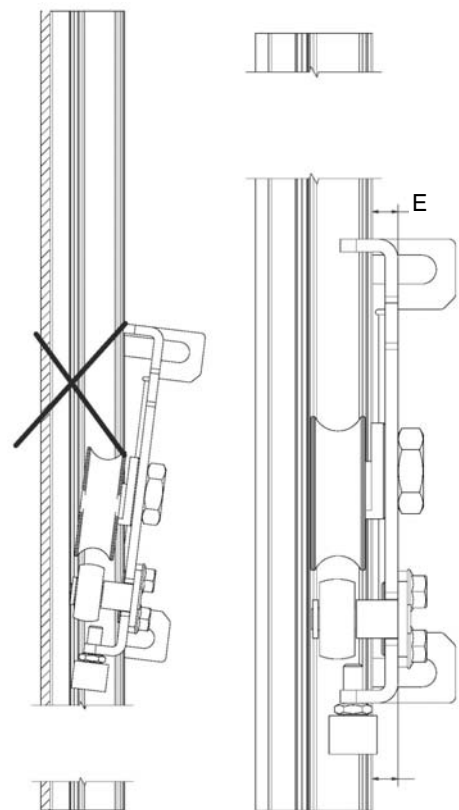

Fig. 20
- Verificare l'allineamento misurando le quote E (Fig.20) nel lato dx e sx del carrello: devono coincidere.